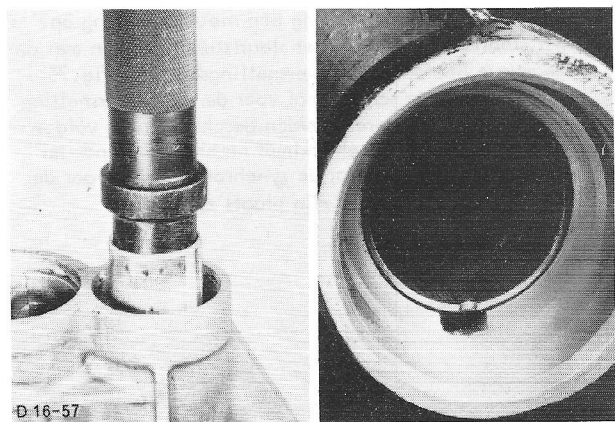

Fig.78 Staartstuklagerbus en Speciaal Gereedschap 16-012/P-7150.
52. Monteer de lagerbus in het staartstuk m.b.v. Speciaal Gereedschap 16-012/P-7150 (fig.78).